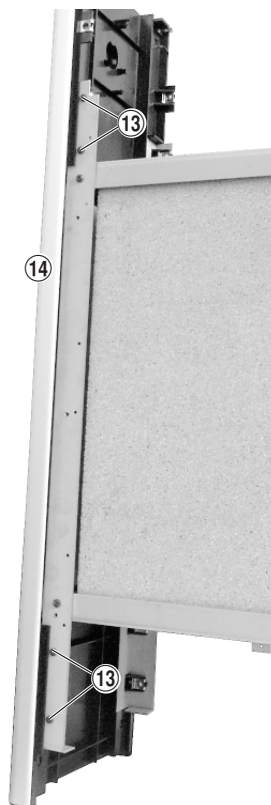
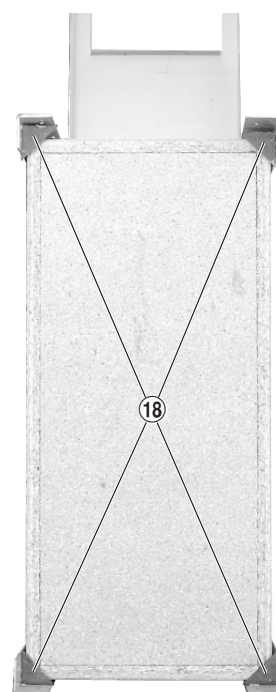

Fig. 55
Fig. 58
- Je 4 Schrauben ⑬ heraus-schrauben und die Alu-Blende ⑭ abnehmen (Fig. 55).
- Die 4 Gummiecken ⑱ (Fig. 58) herausnehmen.
- Undo 7 screws ⑪ on each side and pull out the side covers out of their guides ⑫ in direction of the arrow.
- Undo 4 screws ⑬ on each side and remove the aluminium mask ⑭ (Fig. 55).
- Remove the 4 rubbers ⑱ (Fig. 58).